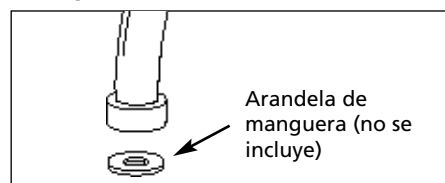

Figura 3
2. Para reducir las fugas entre la bomba y la manguera, coloque una arandela de manguera (no se incluye) en la conexión de ésta antes de fijarla a la bomba (ver Figura 3).